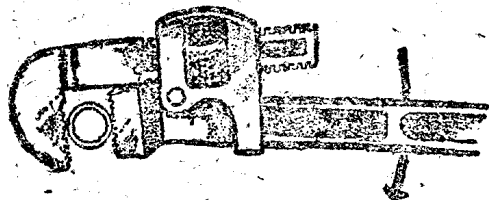

图15 管子扳手的运用
⑥使用管子扳手時，應使扳手口咬緊工作物後，再用力拉動（如图15）；否則會滑脫。